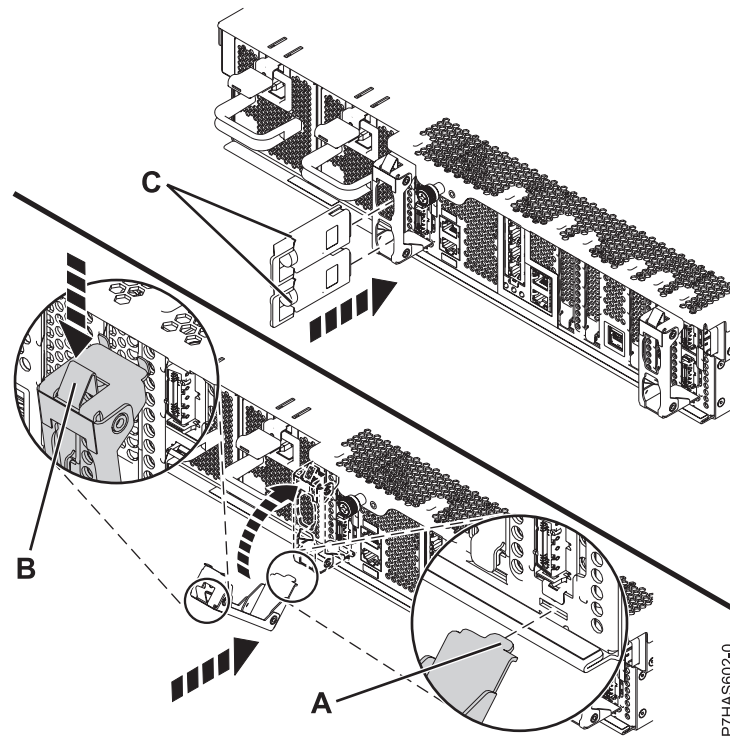

Figura 8. Instalación de la abrazadera de cables
8. Incline la abrazadera de cables (A), que se muestra en la Figura 8 en la página 11, para fijar la pestaña de la parte superior de la abrazadera a la ranura.